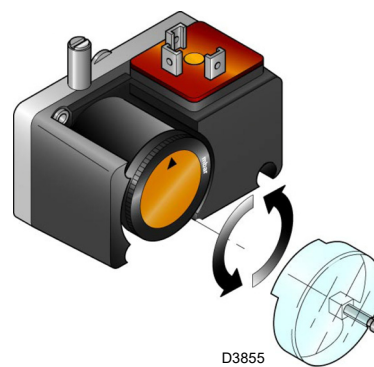

рис. 34
- Отрегулируйте реле минимального давления газа после выполнения всех остальных настроек горелки, установив реле давления в положение начала шкалы (рис. 34). При максимальной мощности горелки увеличьте регулировочное давление, медленно поворачивая соответствующую ручку по часовой стрелке, пока горелка не отключится. Затем поверните ручку против часовой стрелки на 0,2 кПа (2 мбар) и повторите запуск горелки, чтобы убедиться, что сбоя не произойдет. Если горелка снова отключится, снова поверните ручку против часовой стрелки на 0,1 кПа (1 мбар).